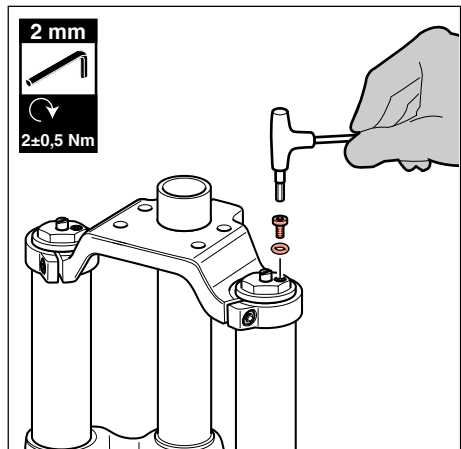

Figura 11 - Spurgo aria Monster
- Con una chiave a brugola da 2 mm svitare la vite di spurgo aria posizionata sul tappo per scaricare l'aria accumulata all'interno dello stelo (vedi **Figura 11**).